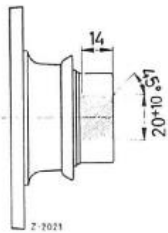

Bild 35—8/2
11 Abdichtring (3) aus dem Deckel (4) des Hinterachsgehäuses herausdrücken (Bild 35–8/1).